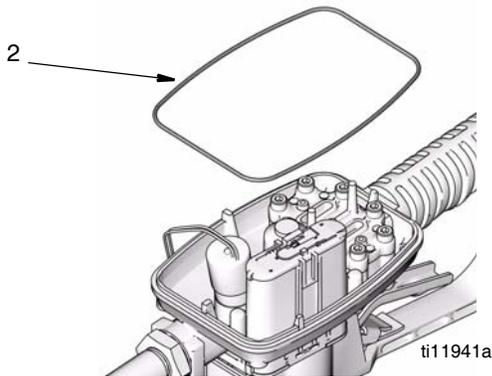

FIG. 6
1. Instale nuevas juntas o-ring (2) (FIG. 6).